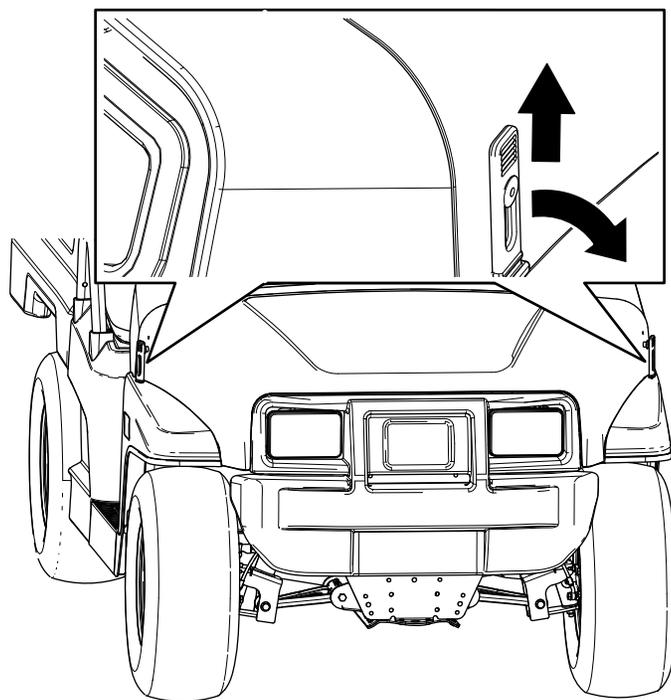

Figure 28
- Soulevez la poignée des loquets en caoutchouc de chaque côté du capot (Figure 28).
- Fixez le capot en place en alignant les loquets en caoutchouc sur les ancrages de verrouillage de chaque côté du capot (Figure 28).